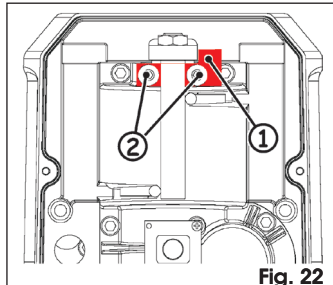

Fig. 22
3. Riposizionare il piattino appena rimosso ruotato di 180° rispetto alla posizione originale, Fig. 22 rif. ①.
4. Riboccare il tutto con le due viti Fig. 22 rif. ②.